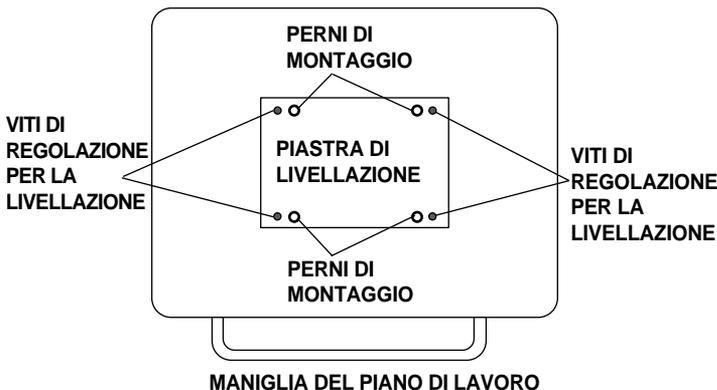

Figura 23. Livellazione del piano di lavoro
3. Con una chiave esagonale da 3/16 di pollice allentare, senza rimuoverli, i quattro perni di montaggio presenti nella parte inferiore della piastra di livellazione (vedere la Figura 23 a pagina 25).
4. Individuare le quattro viti di regolazione per la livellazione (vedere la Figura 23).